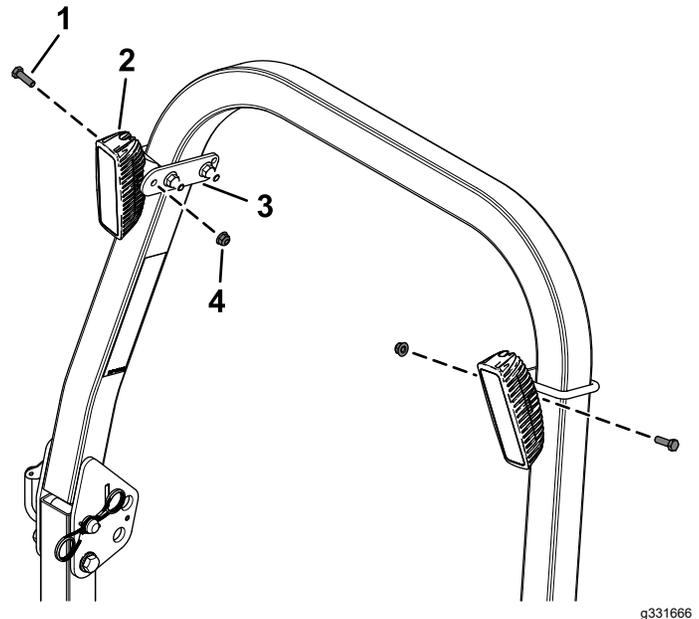

Figure 8
3. Fixez les 2 feux à LED sur les 2 plaques de montage à l'aide de 2 vis à tête hexagonale ( $\frac{5}{16}$ " x 1") et 2 contre-écrous ( $\frac{5}{16}$ "), comme montré à la Figure 8.